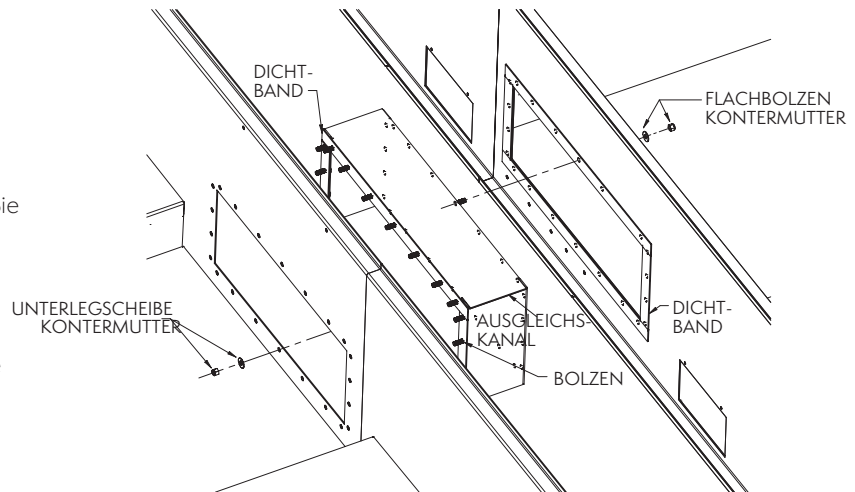

Abb. 10 – Detail Ausgleichskanal
6. Richten Sie die Schraublöcher im Ausgleichskanal und die Kanalöffnungen mithilfe von Zentrierbolzen aus, und ziehen Sie dabei die zweite Wannensektion gegen die Flanschverbindung (siehe **Abb. 10**).